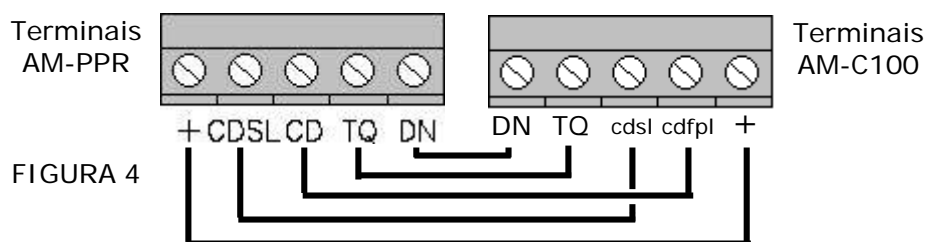

FIGURA 4
Para instalar o porteiro AM-PPR com uma central AM-C100, para funcionar com o sistema Dia/Noite é necessário retirar os "JUMPER's" J1 e J2 existentes na placa do porteiro, depois ligue os terminais (1) ou (T) de cada interfone nos terminais dos módulos de teclas referentes aos apartamentos. Interligue os pontos de mesmo nome entre a central AM-C100 e o porteiro AM-PPR (vide FIGURA 4 e 8). Utilize um cabo multipar com fio #24AWG para interligar os pontos, exceto pelo positivo que deve ser reforçado utilizando 3 ou 4 pares.